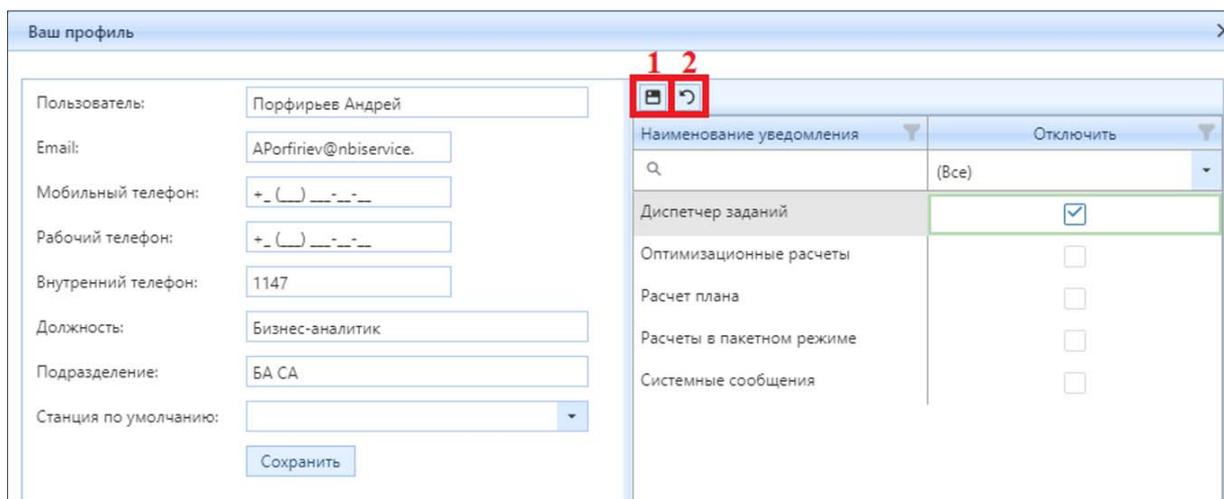

Рисунок 3.1.20 – Процедура отключения уведомления
Для отключения уведомления выберите подраздел в колонке «Наименование уведомления» (строка выделится серым цветом) и установите признак в колонке «Отключить» (рис. 3.1.20). Затем нажмите на кнопку (1) «Сохранить» (рис. 3.20) для сохранения настройки. Для отмены внесенных изменений нажмите на кнопку (2) «Отменить изменения» (рис. 3.1.20).